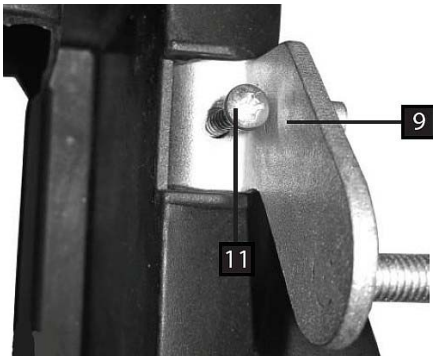

Abb. 5: Montage Bügelhalterung
Schritt 4: Stecken Sie die Schubbügelhalterungen (9, Abb. 5) in den jeweiligen Aufnahmeschlitz und schrauben Sie sie mit Hilfe der Schrauben (11, Abb. 5) fest.